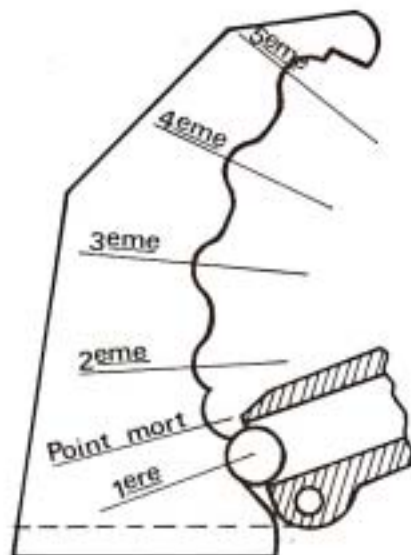

Fig. 36
- Mettre la bille dans le logement de verrouillage de la 1ère (figure 36).